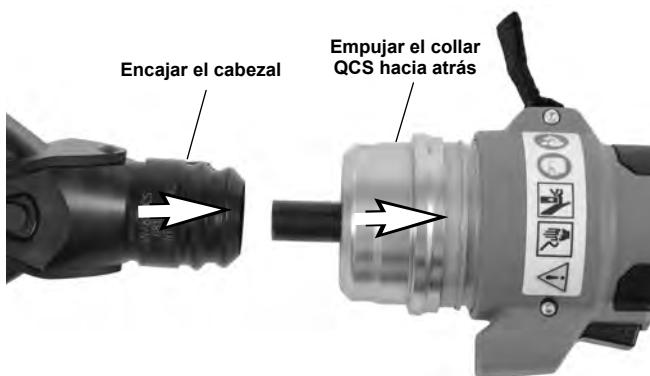

Figura 6 – Montaje de un cabezal intercambiable en la herramienta eléctrica
5. Extraiga la batería del aparato. Empuje el collar QCS hacia atrás en la herramienta eléctrica y quite o inserte el cabezal intercambiable apropiado (*Figura 6*). Suelte el collar para retener el cabezal intercambiable. Confirme que el cabezal intercambiable correspondiente a la aplicación esté completamente encajado y trabado en la herramienta eléctrica antes de encender el aparato. No haga funcionar el aparato sin que tenga colocado un cabezal intercambiable o sin las piezas encajables; esto puede dañar la herramienta eléctrica. (Si el cabezal intercambiable no se bloquea al encollarlo en el acoplamiento QCS, oprima el botón de desenganche para asegurar que el ariete esté completamente retraído).